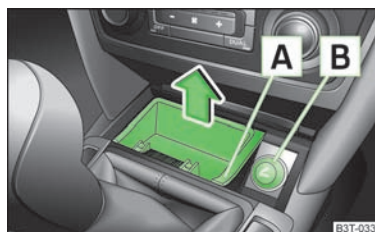
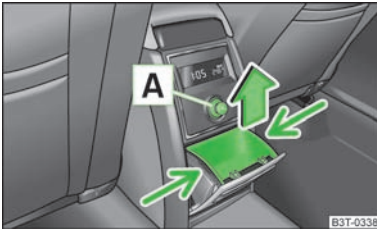

Abb. 85
Abb. 86
- » Den Aschenbechereinsatz im Bereich **A** » Abb. 85 fassen und in Pfeilrichtung herausnehmen.
- › Den Einsatz im mit Pfeilen gekennzeichneten Bereich fassen » Abb. 86 und herausnehmen.
- › Den Anzünderknopf **A** » Abb. 86 oder **B** » Abb. 85 drücken.
In der Mittelkonsole vorn - **B** » Abb. 85.
In der Mittelkonsole hinten - **A** » Abb. 86.